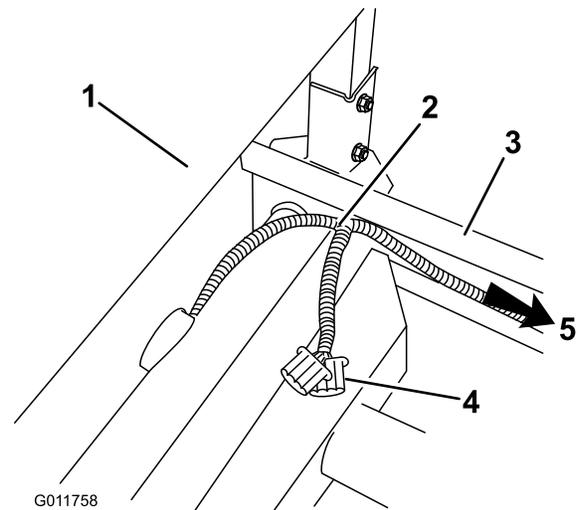

Bild 13
14. Verlegen Sie an der Überrollschutzabdeckung hinten am Sitz den Kabelbaum unter dem Sitz entlang und über den Rahmen. Stellen Sie sicher, dass die Netzstrombuchse des Sprühsystems von der Fahrzeugunterseite herausragt (Bild 13).